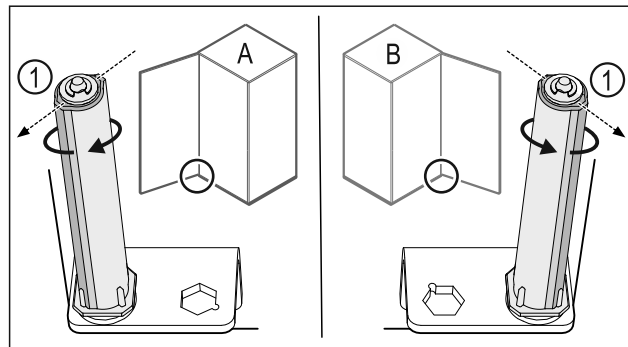

Fig. 28 Butée à gauche (A) / butée à droite (B)
- ▶ Tourner le système de fermeture contre la résistance jusqu'à ce que son arête Fig. 28 (1) pointe vers l'extérieur.